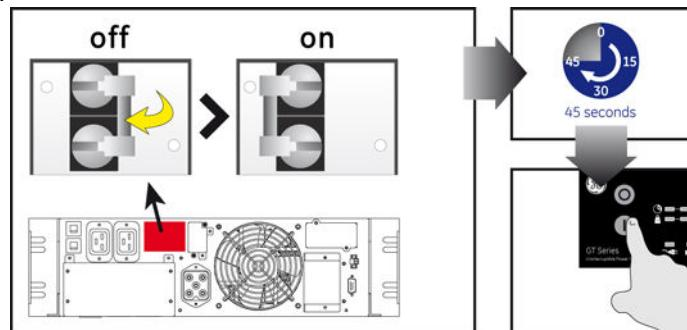

рис. 4.2.1
- Переведите входной автоматический выключатель в положение "On" (рис. 4.2.1).
- Переведите последовательно входные автоматические выключатели всех ИБП в положение "On" (рис. 4.2.1).